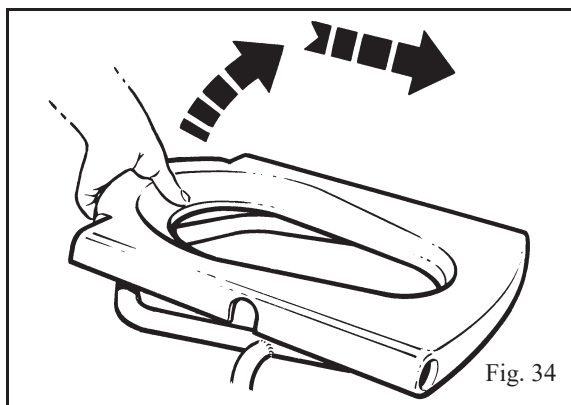

Fig. 34
2. La setet gli litt fremover til det er klart av rammerørene, og løft det av. (Se Fig. 34)